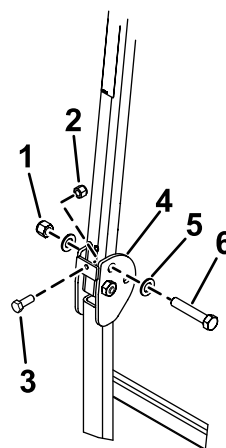

Figura 17
3. Insira uma anilha (13/16 pol. x 1½ pol.) em cada parafuso (¾ pol. x 4 pol.), como se mostra na Figura 17.
4. Nos furos de onde removeu os pinos, instale os parafusos e as anilhas (Figura 17).
5. Instale outra anilha em cada parafuso e prenda com porcas (¾ pol.), como se mostra na Figura 17. Aperte as porcas com uma força de 323 a 396 N·m.
6. Instale o parafuso (¾-16 x 1 pol. ou 1¼ pol.) com uma porca de retenção (os parafusos e porcas de retenção não são fornecidos) na placa roscada em ambos os lados da parte inferior da barra de segurança, na área da dobradiça (Figura 17). Aperte os parafusos até estarem apertados contra o tubo da barra de segurança superior e aperte a porca de retenção.
7. Aperte o parafuso da articulação ROPS (Figura 17) com 91 a 113 N·m para evitar qualquer oscilação da barra de segurança e toldo.